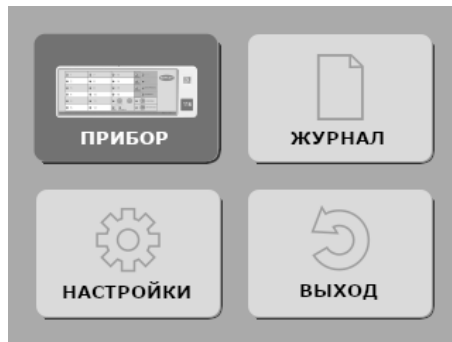

Рис. 3. Окно главного меню
Дополнительно УРС имеет четыре единичных светодиодных индикатора: «ПИТАНИЕ 1», «ПИТАНИЕ 2», «СВЯЗЬ» и «НЕИСПРАВНОСТЬ», отображающие информацию о состоянии самого устройства. Внешний вид лицевой стороны УРС показан на рис. 3 Приложения.
4.5. Настройка режимов работы УРС выполняется органами управления через графическое меню (рис. 3).
- 1) однократное нажатие на кнопки подменю (например, «ПРИБОР», рис. 3) вызывает вход в данное подменю;
- 1) выбор активного элемента меню выполняется кнопками ▲ и ▼; активный элемент меню выделяется цветом или маркером (например, на рис. 3 активным элементом является кнопка входа в подменю «ПРИБОР»);